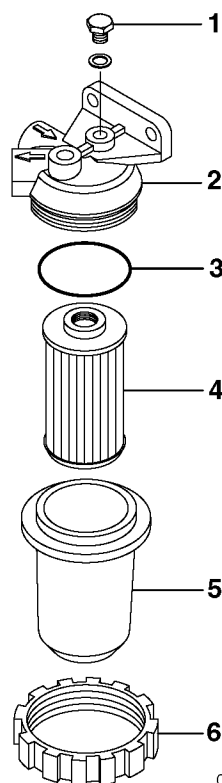

Figure 6
3. Løsne støttingen (**Figure 6, (6)**), fjern filterdeksen (**Figure 6, (5)**) og tøm ut alt vannet og bunnfallet som har samlet seg på innsiden.
4. Etter tømningen, stram lufttappingsskruen (**Figure 6, (1)**).